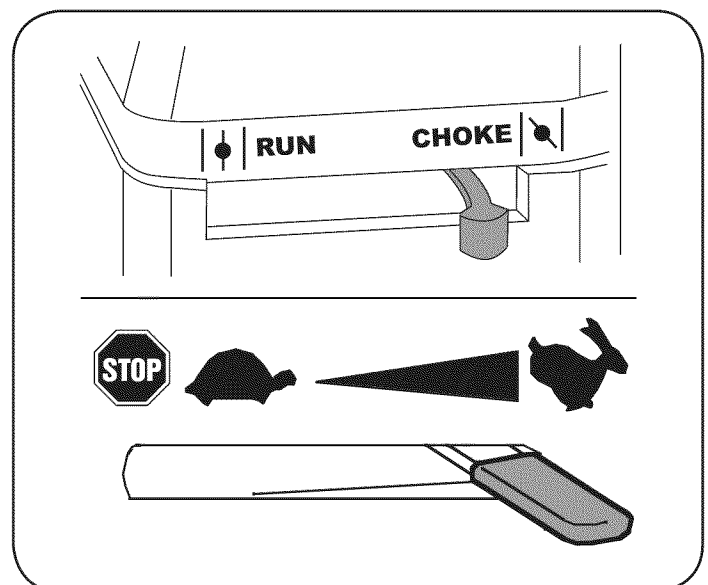

Figura 9
5. Mueva la palanca del cebador del motor a la posición CHOKE (Si el motor está tibio puede no ser necesario cebarlo). Vea la Figura 9.
6. Mueva la palanca de control del regulador a la posición START/RUN (encendido / funcionando, representado por una liebre). Vea la Figura 9.